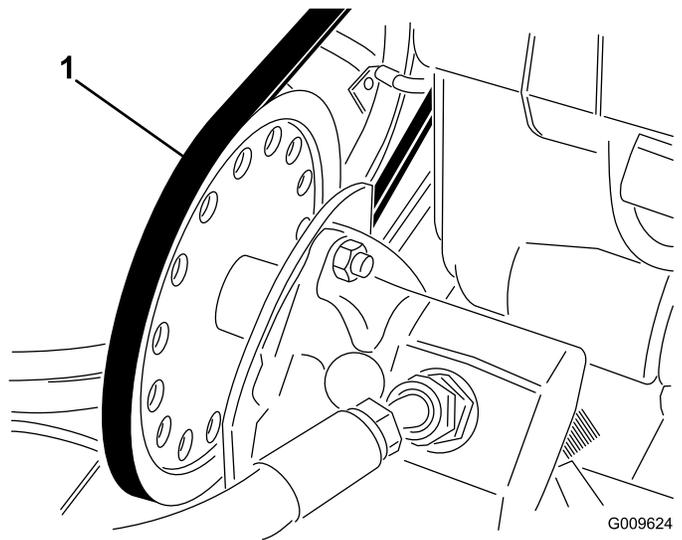

Figura 59
- A. Afloje las tuercas que sujetan la bomba hidráulica al bastidor del motor (Figura 59).